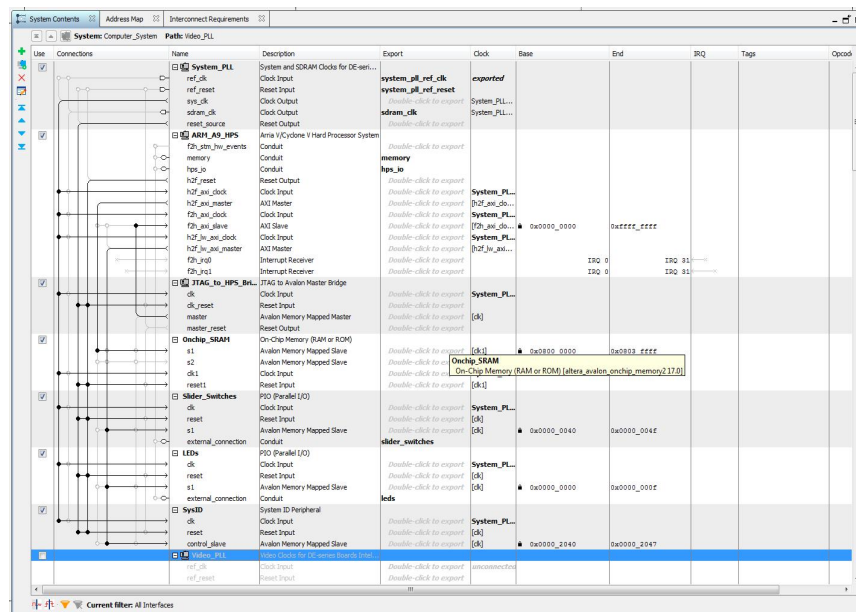

Рис. 64. З'єднання компонентів системи
17. Зробіть з'єднання компонентів системи у відповідності до рис. 64. Змініть назви компонентів системи. Визначте зовнішні сигнали (стовпчик *Export*). Зверніть увагу на базові адреси компонентів.